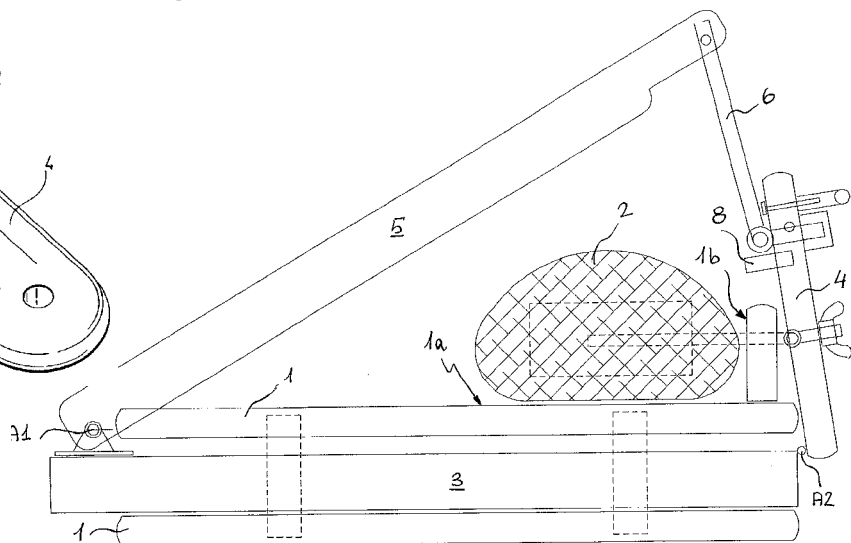

Рис.12
**Ручной прибор для нарезки хлеба** описан в международном патенте РСТ 02/22236 (2002 г.). Прибор содержит (рис.12) фиксированное основание 1, на рабочей по-